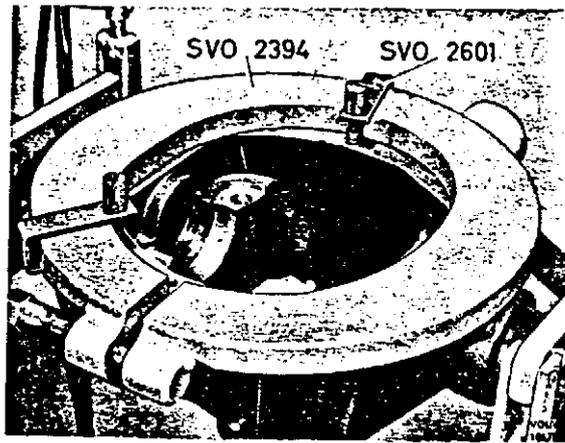

Abb. 35. Ausspannen des Hinterachsgetriebegehäuses
6. Spannzeug SVO 2394 gemäß Abb. 35 in den Schraublöchern am Flansch des Hinterachsgetriebegehäuses mit den Haltern SVO 2601 befestigen. Das Werkzeug mit dem Spannbolzen am Umfang in den Flanschlöchern auf genaue Passung ausspannen. Danach den Spannbolzen um weitere 3–3 1/2 Gewinde ansetzen. Ausgleichgehäuse mit Tellerrad herausheben. Hierzu kann der Dorn SVO 2337 verwendet werden.